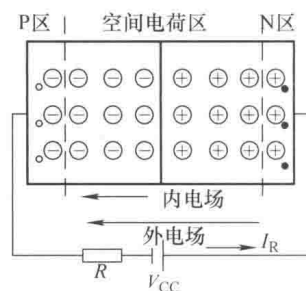

图 1-20 外加反向电压时的 PN 结
(2) PN结外加反向电压时处于截止状态 图 1-20 所示为当外加电源的正极接在PN结的N区,负极接在PN结的P区时,称PN结加反向电压或反向偏置。这时外加电压的方向与内电场方向相同,使空间电荷区厚度变宽,阻止扩散运动的进行,同时更容易产生少子的漂移运动,这也打破了PN结原来的平衡状态,从而形成反向电流 I_R 。由于少子的浓度很小, I_R 值很小,一般为微安级。此时PN结由于呈现出很大的电阻,可认为它基本不导电,称为反向截止。反向电流还具有一个特点:在一定温度下,由于少子的数量基本恒定,当电压在一定范围内变化时,电流值趋于恒定,这时称反向电流为反向饱和电流,用 I_S 表示。但当电压过大时,外电场将从共价键中拉出大量的电子,使载流子的数目激增,电流增加到很大,这就是PN结的反向击穿。